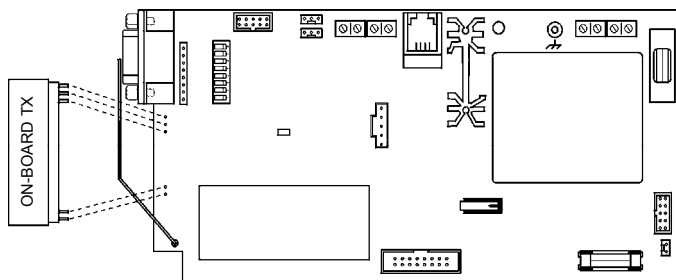

Figura 3: Enclavijar el Transmisor On-Board
- Para soportar la OS826, el transmisor on-board tiene que instalarse en la placa principal del ProGuard800. Enclavije el transmisor en la placa principal del panel de control como viene mostrado en Figura 3.